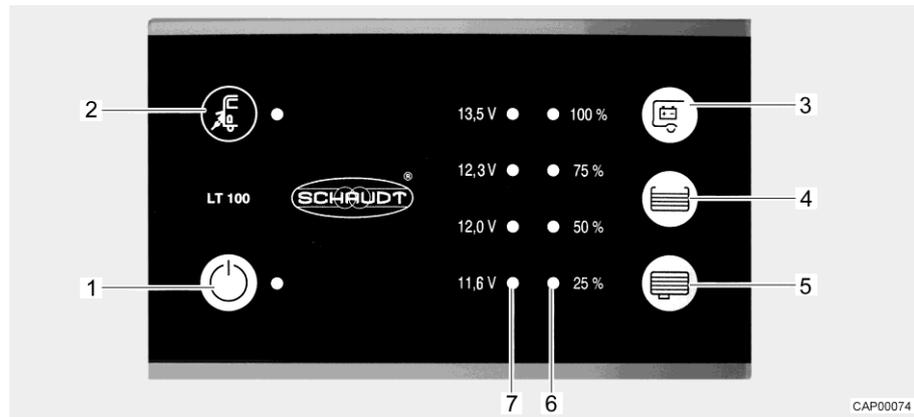

Fig. 45 Panel (LT 100)
El LED amarillo en el símbolo de conexión a la red "☑" (Fig. 45,2) estará iluminado mientras que el vehículo esté conectado a una alimentación de red externa. Entonces, el LED también estará iluminado al estar el panel desconectado.
El interruptor principal de 12 V (Fig. 45,1) conecta y desconecta el panel y la alimentación de 12 V del habitáculo.
Conectar: ■ Pulsar el interruptor "⏻" (Fig. 45,1): La alimentación de 12 V del habitáculo está conectada. El LED está iluminado de color verde.
Desconectar: ■ Volver a pulsar el interruptor "⏻" (Fig. 45,1): La alimentación de 12 V del habitáculo está desconectada. El LED se apaga.
La serie de LED (Fig. 45,7) indicará la tensión de batería de la batería del habitáculo del modo siguiente:
- Pulsar la tecla "E" (Fig. 45,3): Indica la tensión de la batería del habitáculo.
La serie de LED (Fig. 45,6) indicará el nivel de llenado del depósito de agua potable o del depósito de aguas residuales.
Indicar el nivel de llenado: Pulsar la tecla "☰" (Fig. 45,4): Los LED iluminados indicarán el nivel de llenado del depósito de agua potable.
Pulsar la tecla "☷" (Fig. 45,5): Los LED iluminados indicarán el nivel de llenado del depósito de aguas residuales.